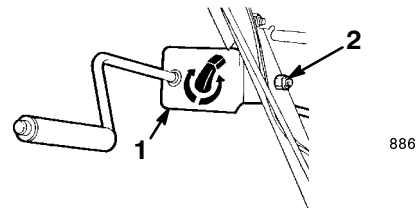

Figure 13
1. Fixez le support et la tige d'orientation de l'éjecteur du côté gauche du mancheron à l'aide du boulon à tête hexagonale et de l'écrou de blocage. Ne serrez pas encore l'écrou (Fig. 13).
5. Serrez le contre-écrou de fixation du support d'orientation de l'éjecteur (Fig. 13).